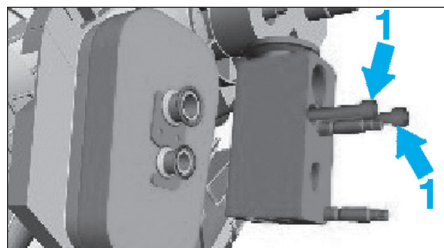

Fig. 17
- Déposer les vis (1) du détendeur puis ce dernier (Fig.17).